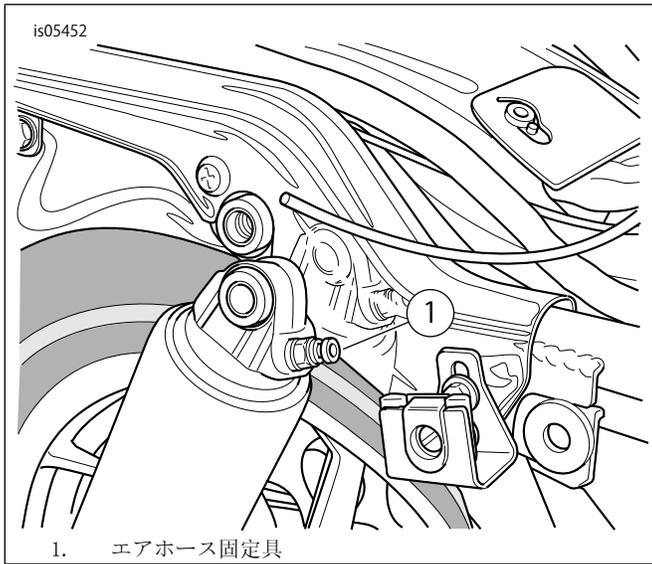
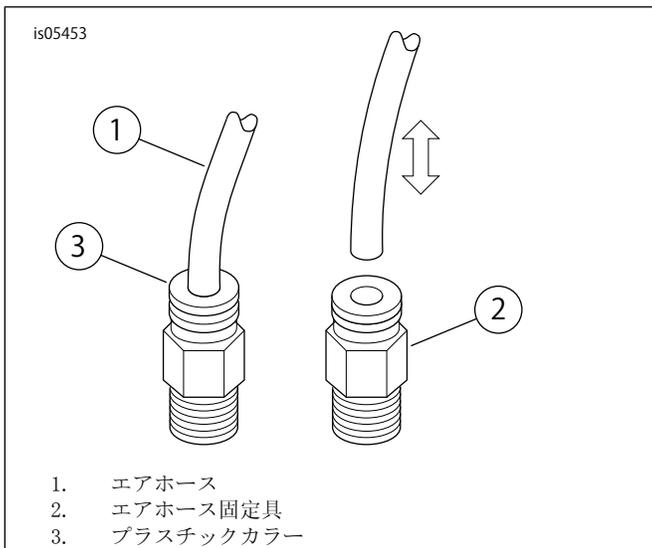

図1。リアショックアブソーバー
図2。エアホースの取り外しと取り付け
7. 「図1」および「図2」を参照してください。ショックアブソーバーフィッティングのエアホースフィッティングからエアホースを外します。